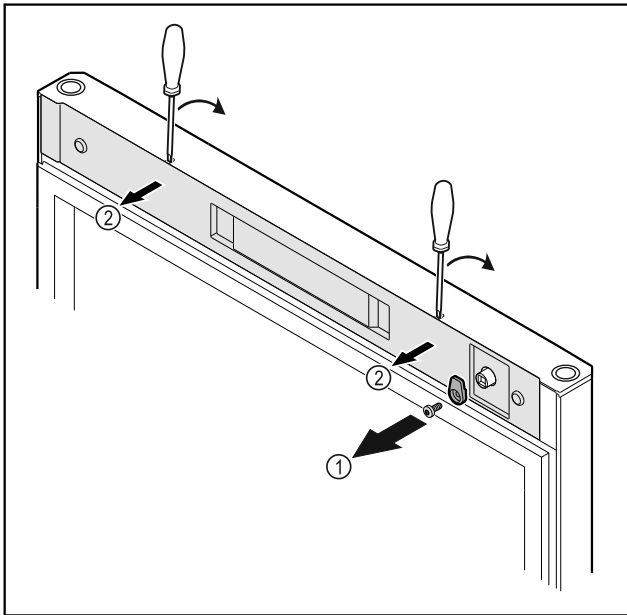

Fig. 12
- ▶ Schließhaken Fig. 12 (1) abschrauben.
- ▶ Abdeckung Fig. 12 (2) mit einem kleinen Schraubendreher ausrasten und abnehmen.